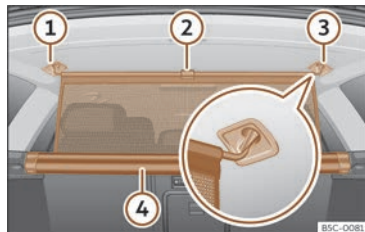

Fig. 132 Al maleter: enganxar la xarxa de separació.
- Estireu la llengüeta cap amunt >>> **fig. 132** ② per treure la xarxa de la carcassa ④.
- Subjecteu la xarxa de separació al costat dret o esquerre ③ (imatge ampliada).
- Subjecteu la xarxa de separació a l'allotjament de l'altre costat ① estirant la barra.